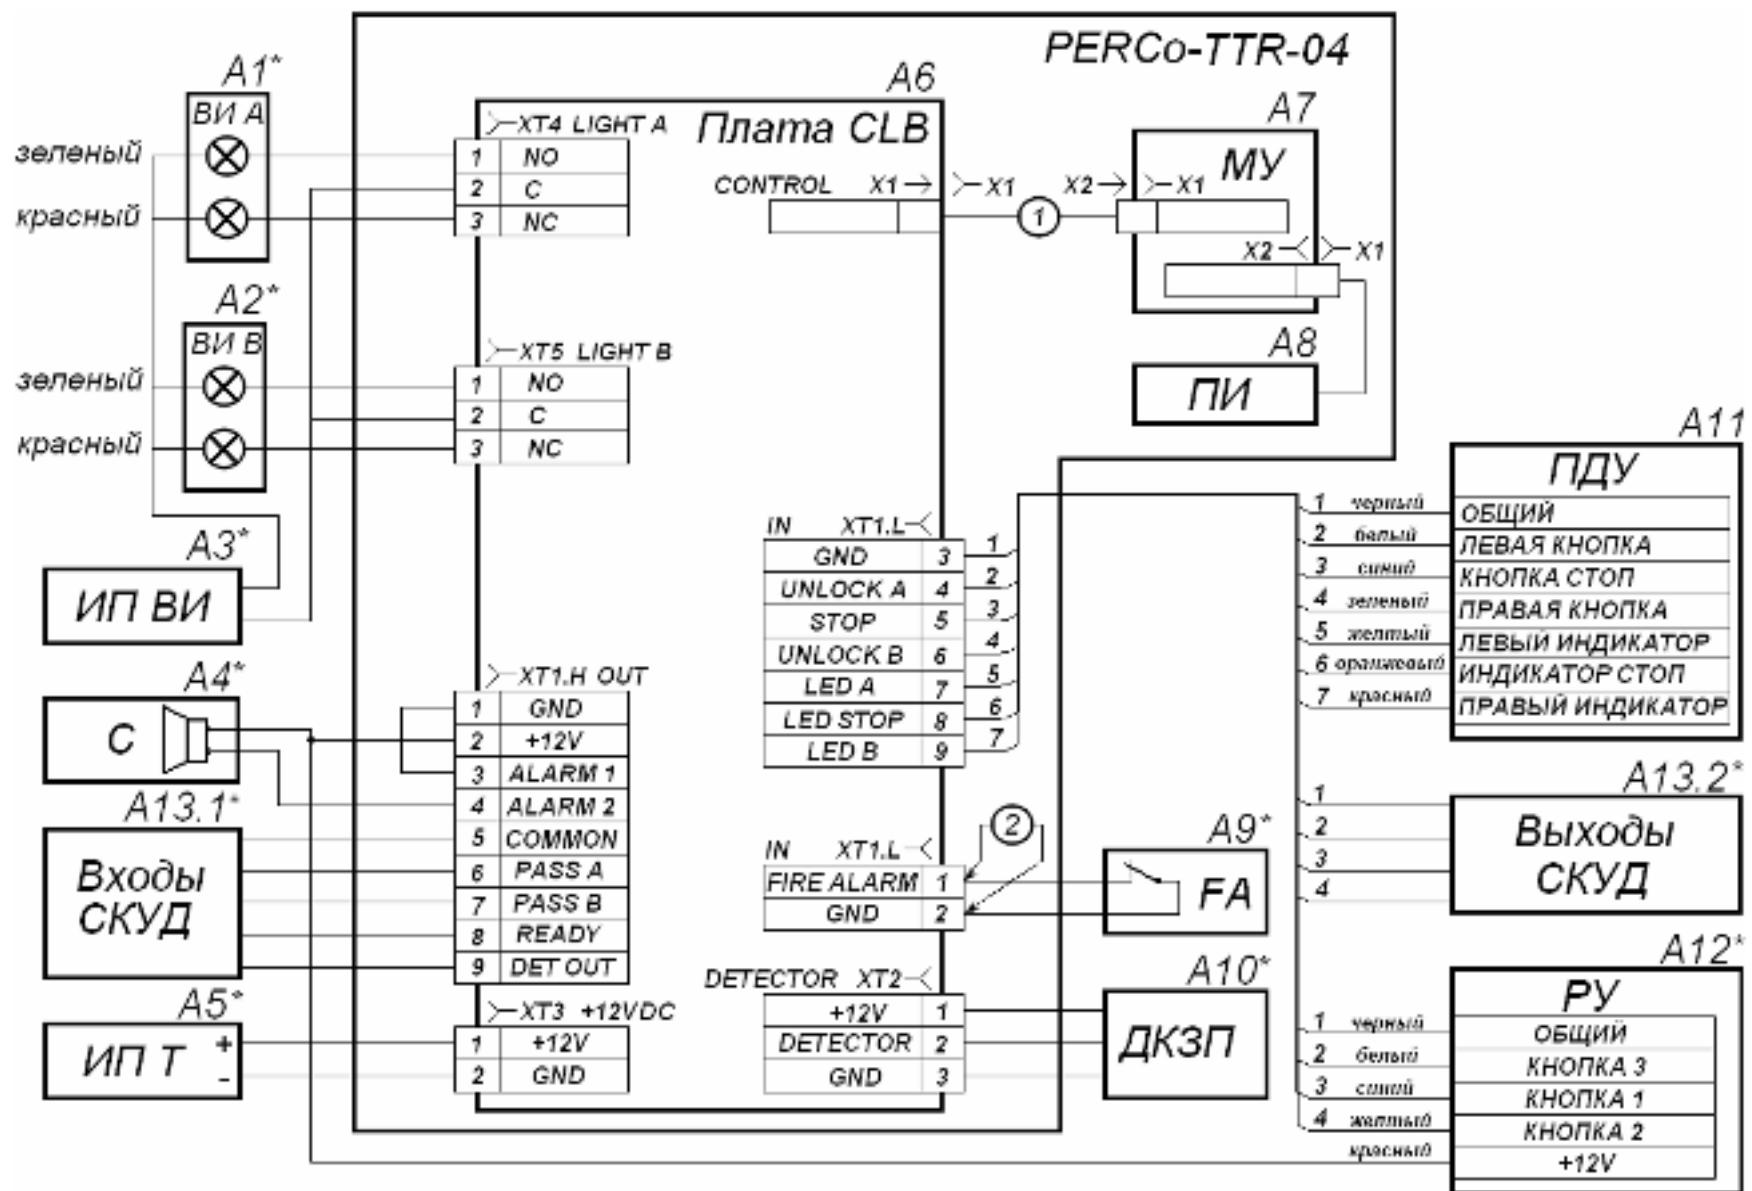

Рисунок 6. Схема электрических соединений турникета
5.2.3 ПДУ/ устройство РУ/ контроллер СКУД (10) и источник питания турникета (8) подключаются к плате управления кабелями (9 и 11) в соответствии со схемой электрической соединений (см. рисунок 6).